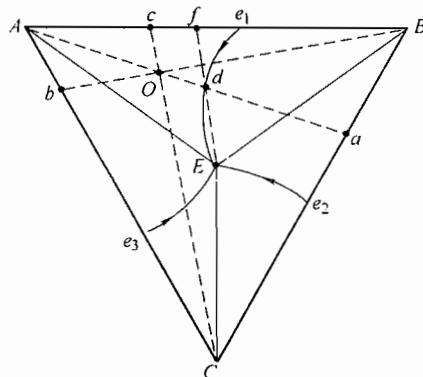

图 26-5 第四题解答图
1. 平衡结晶过程：如图 26-5 所示，连接 A 、 O 两点并延长，交 Ee_1 线于 d 点，交 BC 线于 a 点；连接 E 、 d 两点并延长，交 AB 线于 f 点。当温度降至稍低